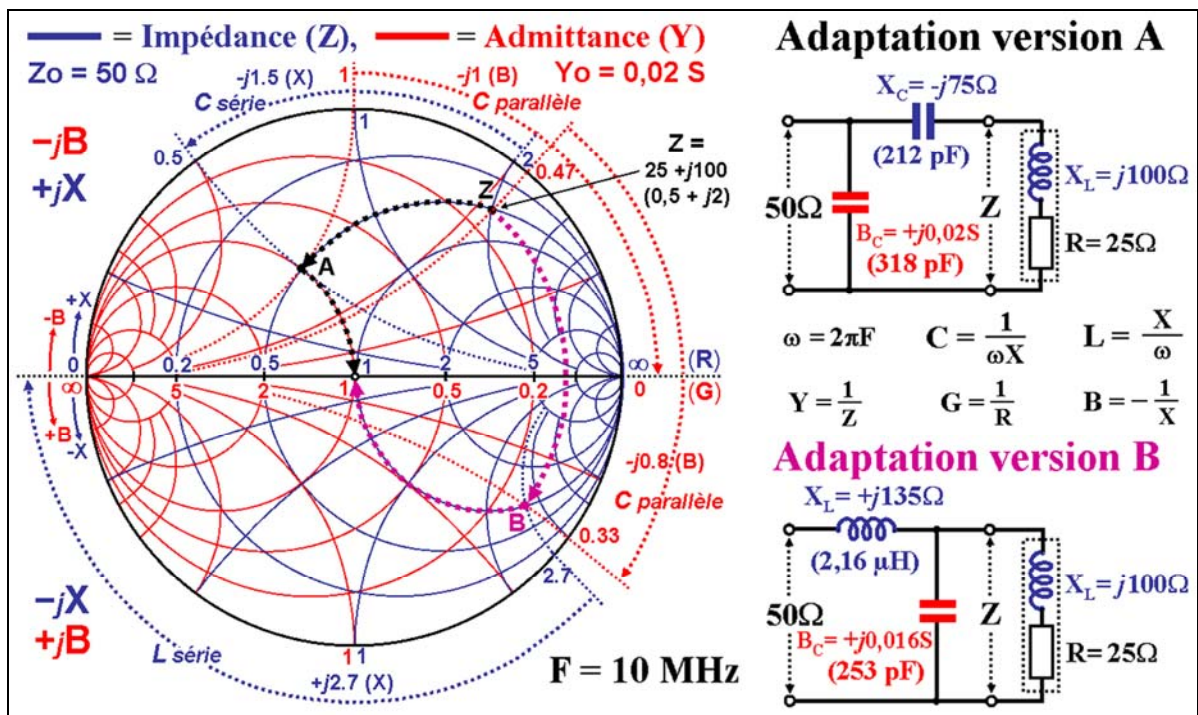

Figure 3 : Adaptation avec l'abaque de Smith mixte
Supposons que nous ayons récupéré une antenne d'origine inconnue et que nous voulions nous en servir pour trafiquer à la fréquence de 10 MHz. A l'aide d'un pont de bruit ou d'un VNA, nous avons mesuré son impédance à 10 MHz et nous avons trouvé  $Z = 25\Omega + j100\Omega$ . Nous nous proposons alors d'utiliser l'abaque de Smith pour déterminer un circuit d'adaptation à un câble coaxial de  $50\Omega$ . Considérons la figure 3.
Nous rappellerons que les condensateurs et les bobines sont des longueurs (4), et comme nous n'utilisons pas de résistances (pas de pertes), ces longueurs sont portées par des portions des cercles de R ou de G constants. L'abaque de Smith sera normalisé avec  $Z_0=50\Omega$  qui est l'impédance que l'on veut obtenir (donc  $Y_0=0,02S$ ). Plaçons y le point correspondant à l'impédance de l'antenne après normalisation, soit  $Z = 0,5+j2$ . L'adaptation va consister à trouver un chemin entre ce point et le point  $Z_0$  en n'utilisant que des portions de cercles R ou G constants. Nous voyons sur la figure 3 qu'il y a deux possibilités avec deux tronçons (deux composants) et une multitude avec plus de composants (par exemple avec un circuit en pi). Prenons le trajet en noir passant pas le point A. Ce dernier est commun avec les cercles  $R=0,5$  et  $G=1$ , l'un passant par Z et l'autre passant par  $Z_0$ .
La portion A- $Z_0$  se situe sur le cercle  $G=1$  entre les susceptances  $j0$  et  $-j1$  (Y). Nous avons une susceptance de  $j1S$  correspondant à la mise en parallèle d'un condensateur de réactance  $-(1/1) = -j1\Omega$ , soit  $-j50\Omega$  après dé normalisation. A 10 MHz, cela représente un condensateur de 318 pF. Nous obtenons le schéma en haut de la figure 3.
La portion B- $Z_0$  se situe sur le cercle  $R=1$  entre les réactances  $j0$  et  $-j2,7$  (Z). La réactance capacitive diminuant, cela correspond à la mise en série d'une bobine de réactance  $j2,7$ , soit  $j135\Omega$  après dé normalisation. A 10 MHz, cela représente une bobine de  $2,16\mu H$ . Nous obtenons le schéma en bas de la figure 3. En pratique, on préférera la version A, car il n'y a pas de bobine, donc moins de risques de pertes.